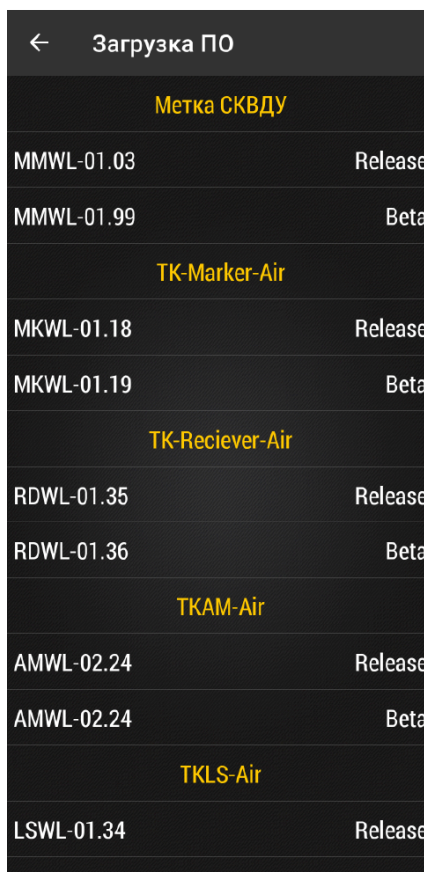

Рис.12. Меню «Загрузка ПО»
3. Дождитесь завершения загрузки всех доступных прошивок и их отображения в меню «Загрузка ПО» (Рис.12).